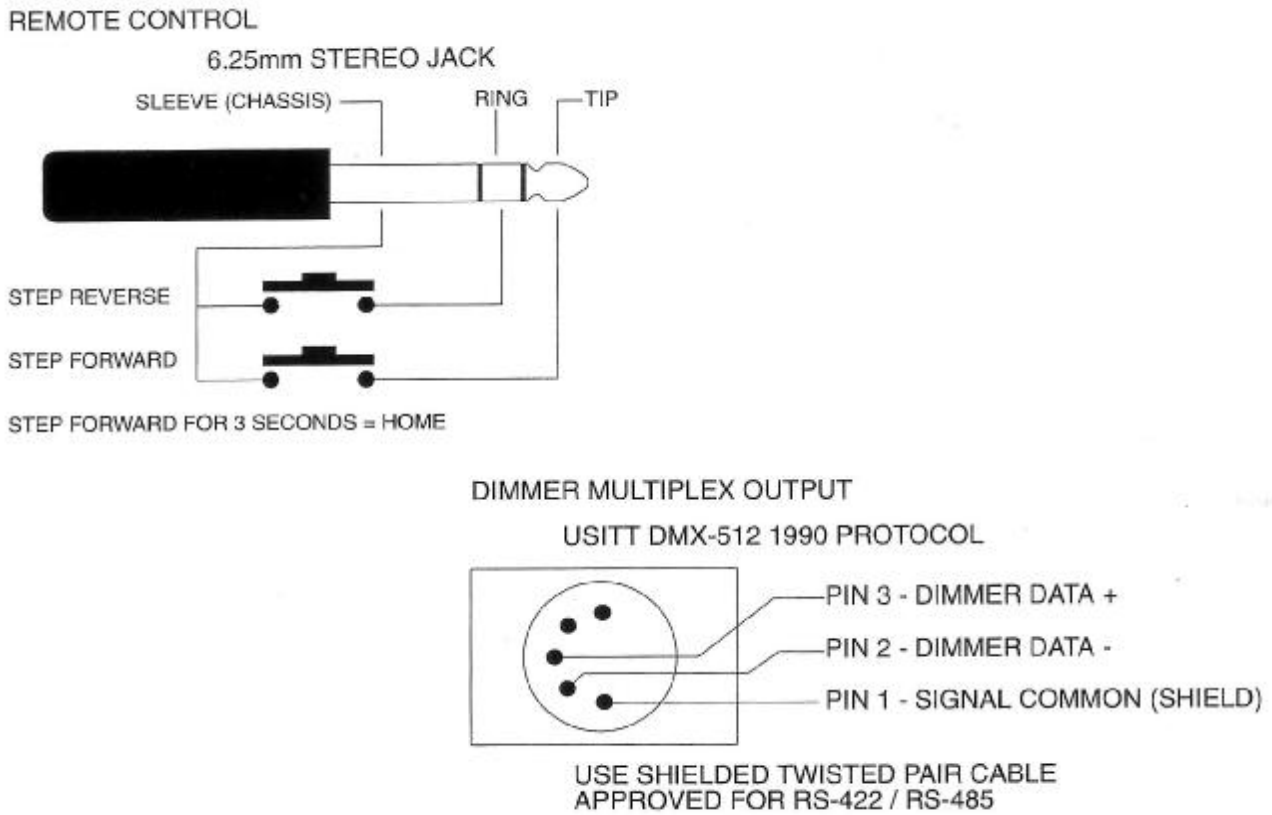

图 6-1 遥控的制作和 DMX 接口的连接
- 6、遥控接口 (REMOTE STEP INPUT) 中可插入遥控插头 (6.25mm STEREO JACK)。遥控插头的形状如下图 6-1，它有三个部分：TIP (顶端)、RING (环状) 和 SLEEVE (套管)；连接关系如图 6-1，制作方法：在 TIP 和 SLEEVE 之间连线，然后接一个按键；在 RING 和 SLEEVE 之间连线，然后接一个按键。操作请参阅第 8.3.5 的第 8 小节。
DMX 信号线缆必须是带屏蔽的双绞线，导线的截面积不小于 0.2 mm²。DMX 信号线缆一端连接五芯卡侬公插头，另一端连接五芯卡侬母插头。五芯卡侬公、母插头的引脚 (Pin) 上有 1~5 的序号，DMX 信号线缆与五芯卡侬插头之间的连接请参阅下表 6-1，也可参阅图 6-1 中的连接说明。